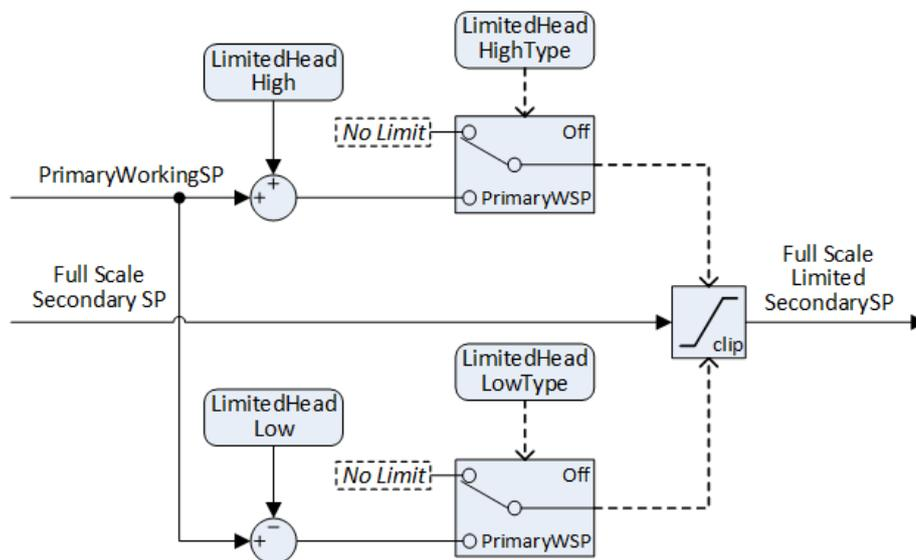

Figura 108 Funzione 'Limited Head' disponibile per la configurazione del fondo scala.
- Il setpoint del fondo scala può essere limitato con limiti inferiore e/o superiore relativi al setpoint di lavoro primario, tramite la funzione 'Limited Head'; vedere la Figura 108.